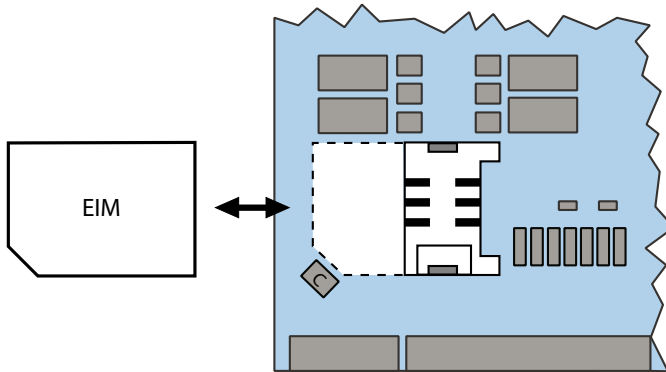

Fig. 85 Carte EIM
4. Glissez la nouvelle carte EIM sous les pattes de guidage jusqu'à ce qu'elle se coince dans le support de carte à puce. Assurez-vous que les contacts de la carte EIM se trouvent en bas et que le coin biseauté de la carte EIM pointe contre le bord de la carte de serveur de téléphonie et non pas contre le condensateur (C) (voir Fig. 85).